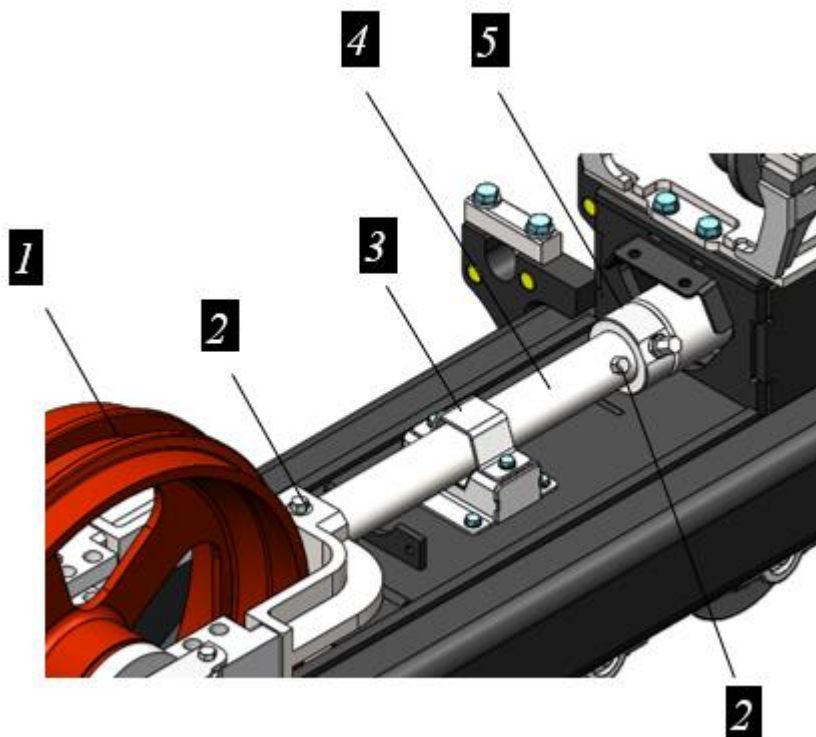

Рисунок 12.40. Процедура монтажа механизма натяжения на раму тележки
- ▶ Установить в раму тележки механизм натяжения 5, рис. 12.40.
- ▶ Установить проставку 4, зафиксировав ее на вилке натяжного колеса и механизме натяжения стопорами 2, рис. 12.40.